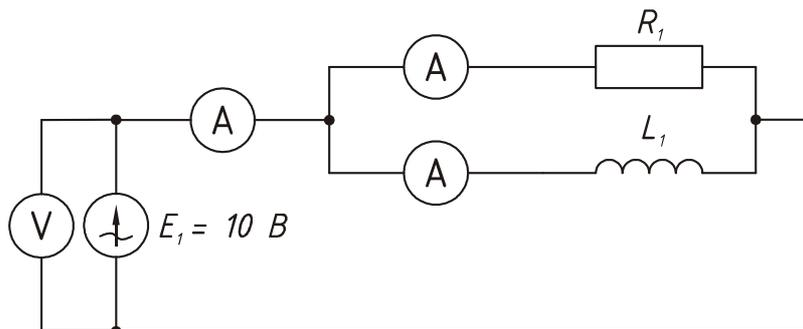

Рис.3.2.
4. Собрать схему в соответствии с рис. 3.2. Устанавливая индуктивность в соответствии с таблицей 3.2 записать значения токов и напряжений с указательных приборов. ($R_1 = 100 \text{ Ом}$)